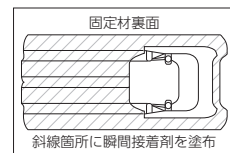

図4
② ホース固定材裏面外枠に瞬間接着剤を均一に塗布してください。（図4）